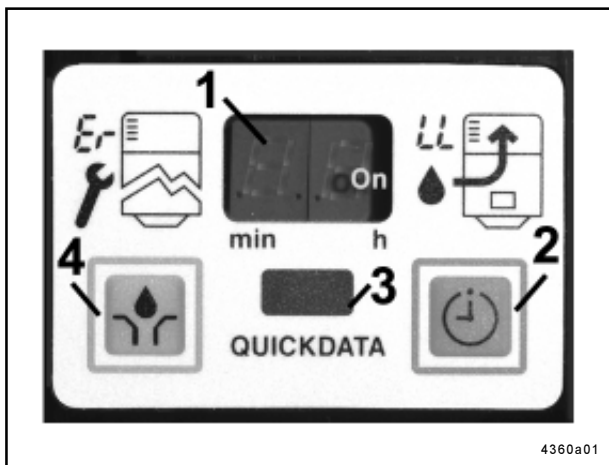

Abb. 22 - Folientastatur mit Anzeige- und Auslesefenster
- zur Anzeige von Funktionen, Störungen, Leermeldungen und Zeiteinstellungen im Anzeigefenster 1, Abb. 22 (Anzeigemodus)